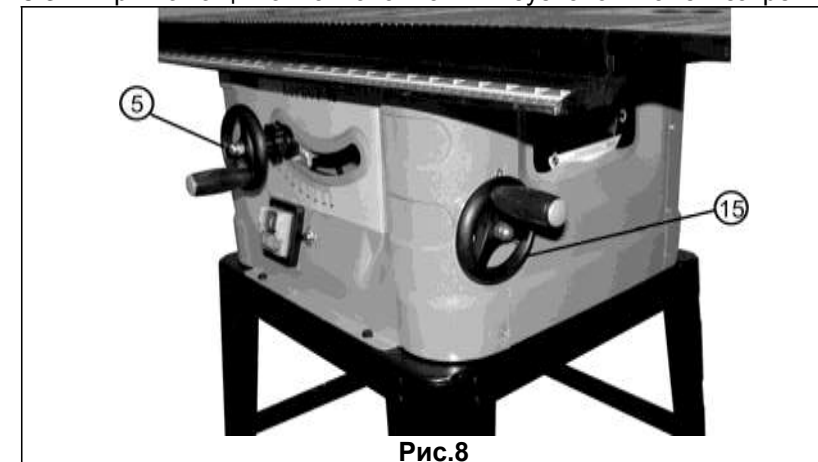
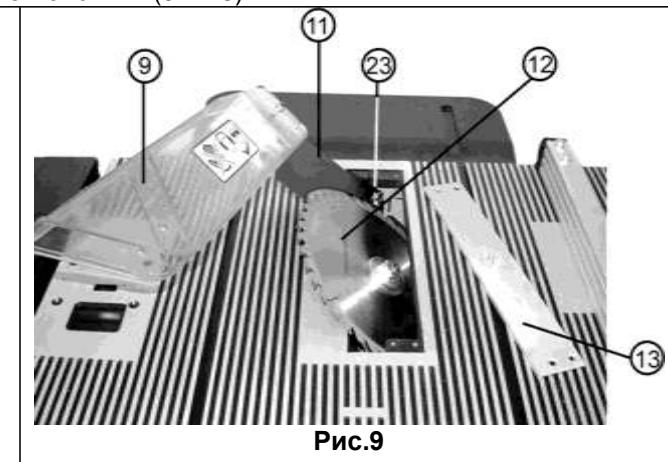
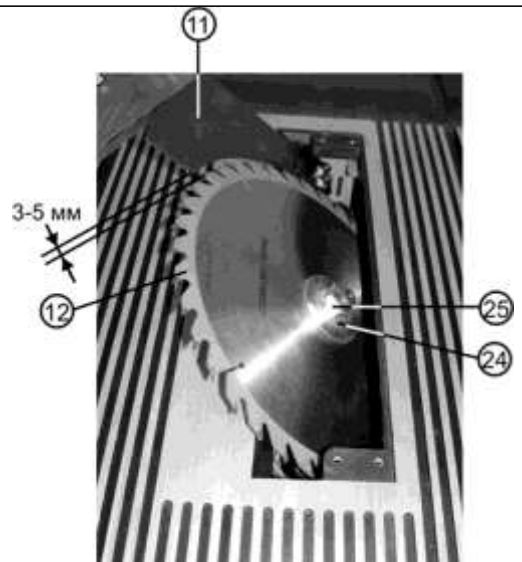

Рис.8
Рис.9
Рис.10
8.3. Установка маховиков (Рис.8)
8.4. Установка защитного кожуха с расклинователем (Рис.9)
Выкрутите четыре установочных винта, снимите вкладыш стола (13). С помощью рукояток (5 и 15), Рис.8, приведите пильный диск (12) в положение, показанное на Рис.9. Ослабьте два винта (23) с внутренней шестигранной головкой с помощью шестигранного ключа и установите расклинователь (11) так, чтобы винты (23) вошли в пазы расклинователя (11). Расклинователь (11) установите таким образом, чтобы зазор между зубьями пильного диска (12) и дугой внутреннего радиуса расклинователя (11) составлял от 3мм до 5мм, Рис. 10. Затяните два установочных винта (23) расклинователя (11). Закрепите защитный кожух (9) на расклинователе (11).
8.5. Замена пильного диска (Рис.10)
8.5.1. Снятие пильного диска (Рис.10)
8.5.2. Установка пильного диска (Рис.10)
ВНИМАНИЕ: Перед установкой пильного диска следите, чтобы зубья пильного диска были направлены вниз в передней части пилы (Рис.10).